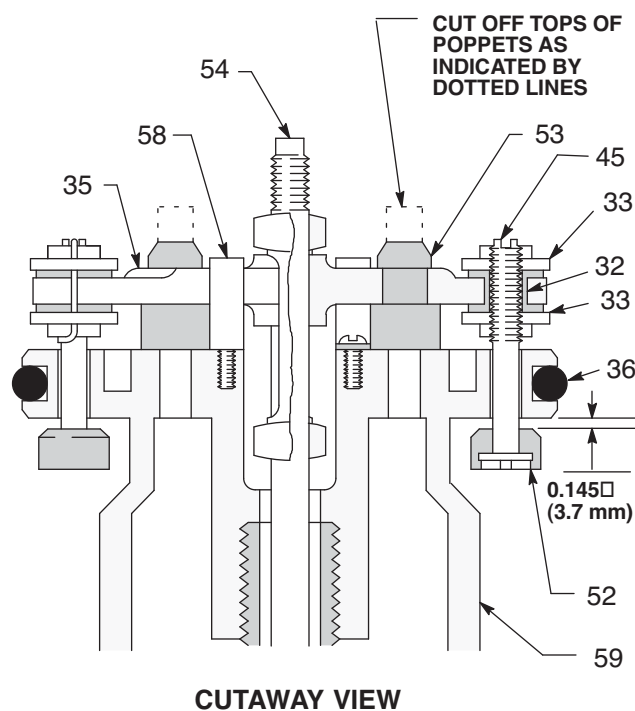

図 17
4. バルブステム (45) にポペット (52) を取り付けます。排気バルブポペット (53) をバルブアクチュエーター (35) 内に引き込み、点線で示された上部パーツを切り取ります。(図 17)
6. バルブステム (45) に下部調整ナット (33) を取り付け、ステムをグロメット (32) にねじ込みます。上部ナット (33) をステムにねじ込みます。グロメット (32) をわずかに圧縮する程度にナット (33) を締め付けます。ロックワイヤ (34) を調整ナットに取り付ける前に、部品番号 171818 の特殊ゲージを使用して、トランスファーバルブが開いているときにボベット (52) とシート (51) の間に 0.145 インチ (3.7 mm) の隙間ができるように調整します。(図 17)